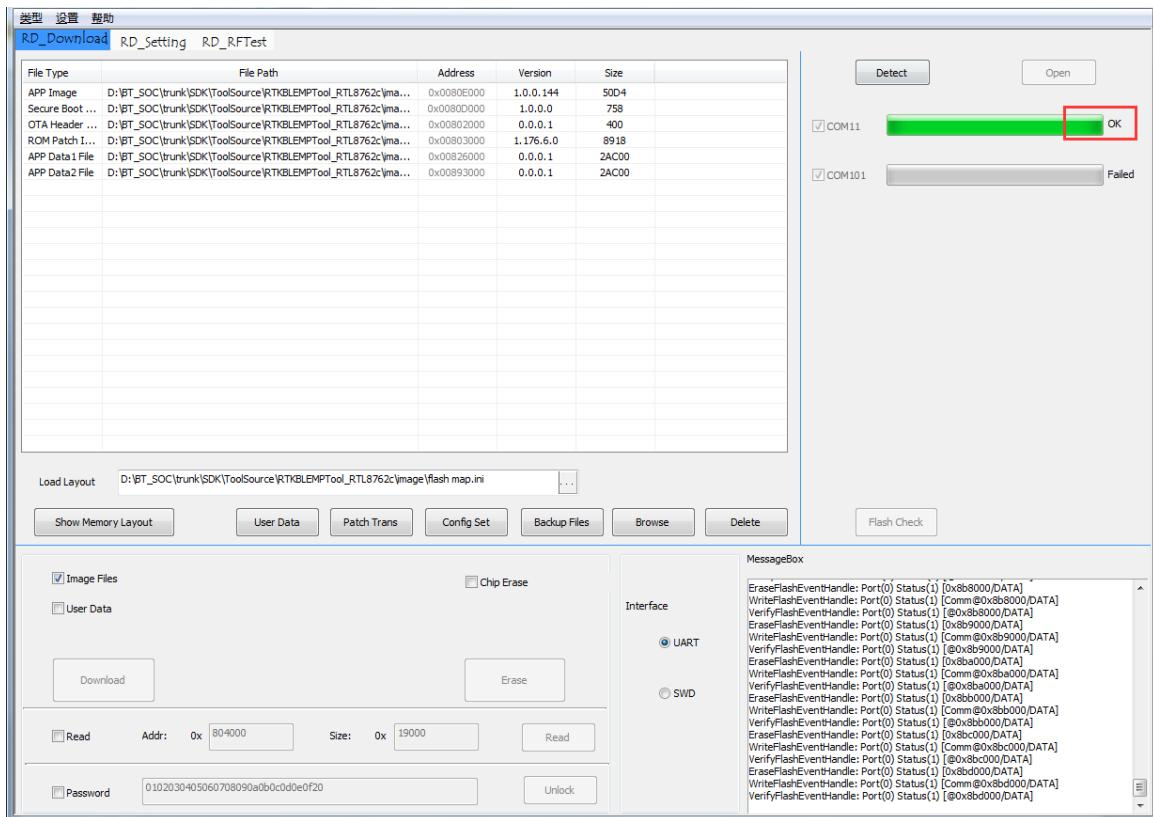

图 8-16 UART 下载
8) 点击“Download”按钮开始下载，如图 8-16 所示。